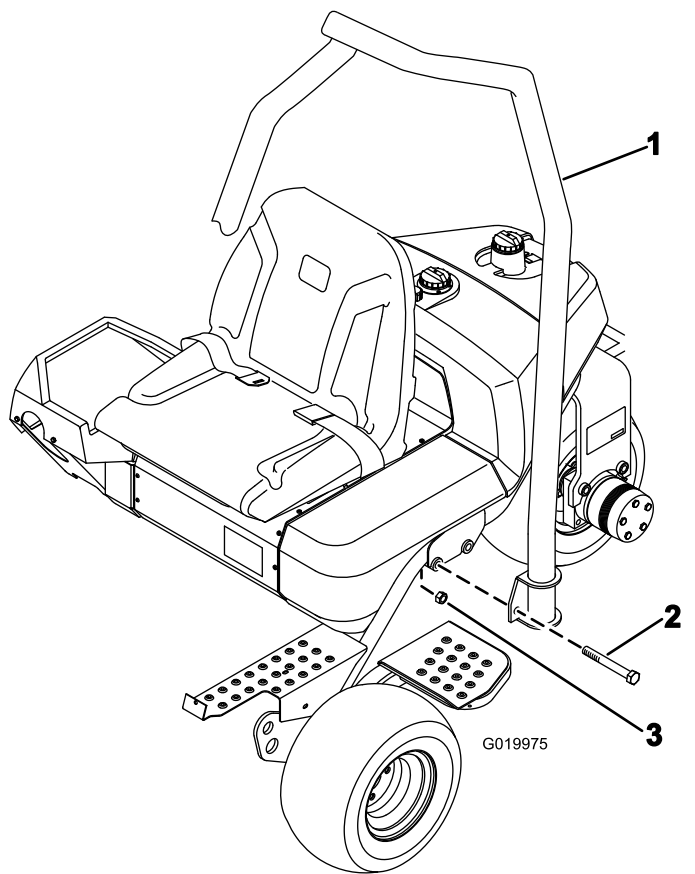

Figure 7
1. Positionnez le ROPS de sorte que la partie courbe en haut du tube soit dirigée vers l'avant de la machine (Figure 7).
2. Abaissez le ROPS sur le cadre en l'alignant sur les trous de fixation (Figure 7).
3. Fixez chaque côté du ROPS au châssis avec (2) boulons (5/8 x 4 1/2 po) et contre-écrous, comme montré à la Figure 7. Serrez à un couple de 183 à 223 N·m.